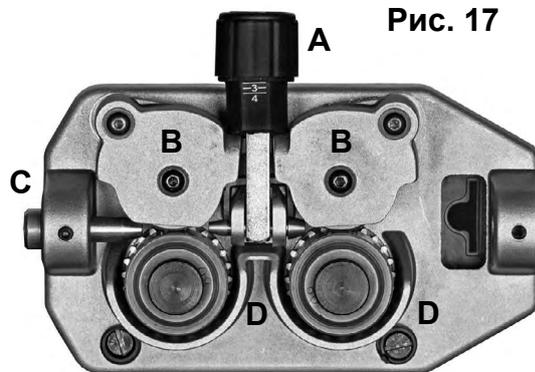

Рис. 17
- Ослабьте и опустите пластмассовую рукоятку (A) и поднимите прижимные рычаги проволоки (B) (рис. 17). Удалите возможные остатки проволоки из кожуха проволоковода.
- Выпустите проволоку с катушки и с помощью двух зажимов прочно удерживайте так, чтобы она не могла развернуться. При необходимости распрямите конец проволоки перед тем, как вставить его во входную направляющую (C). Вставьте туда проволоку, пропустив её под нижними роликами (D) и вставив в кожух проволоковода.